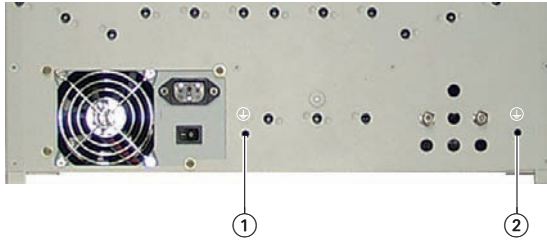
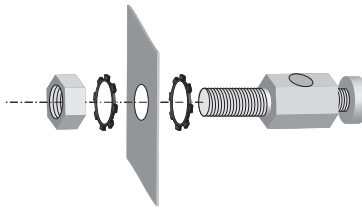

Abb. 8
Abb. 9
- Schrauben ① herausdrehen.
Der an Position ① vormontierte Erdungsanschluss kann wahlweise in den Durchbruch ② umgesetzt werden (Abb. 8).
- Erdungsanschluss gemäß Abb. 9 an Position ② Abb. 8 montieren.
- Erdungsanschluss ① oder wahlweise ② (Abb. 8, Seite 11) über Erdungsleitung ($Cu \geq 4 \text{ mm}^2$) mit der bauseitigen Potenzialausgleichsschiene verbinden.